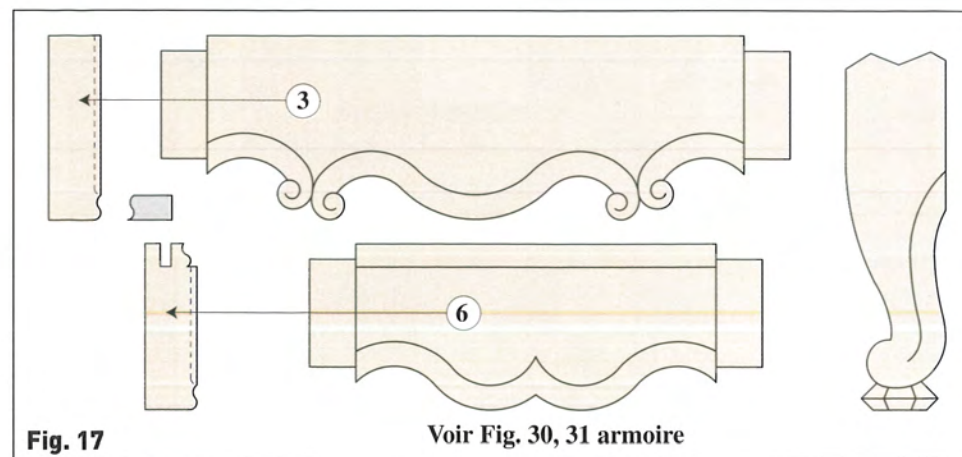

Fig. 18
Tracez et effectuez ensuite les mortaises des montants de la porte (20) (Fig. 18), ainsi que les tenons des traverses (21) et (22) (Fig. 19). Exécutez les coupes d'onglet dans les montants et traverses (Fig. 20).